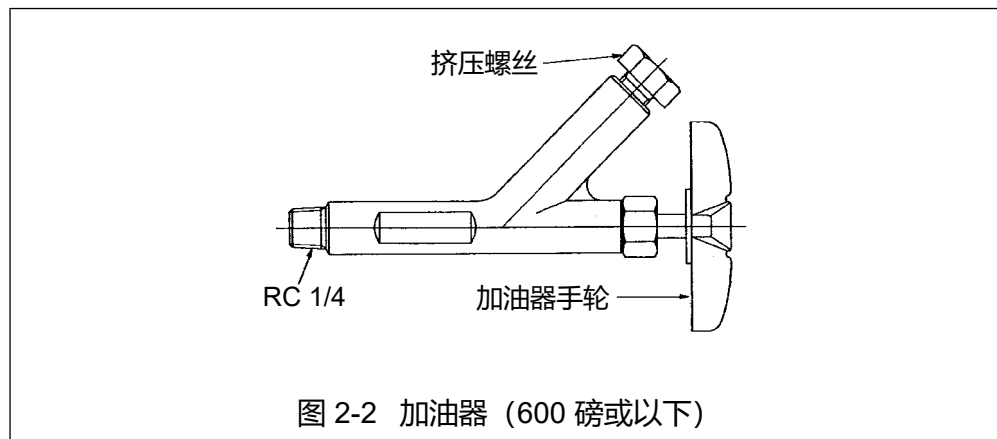

图 2-2 加油器 (600 磅或以下)
- (4) 如果阀门附带如图 2-2 所示的加油器，请检查阀盖部分是否已被润滑。若要进行润滑，请松开加油器手轮然后转动挤压螺丝。如果挤压螺丝很容易转动，请按照下述润滑步骤加入润滑脂。(如果挤压螺丝转动起来很重，则说明已经加入了润滑脂。)